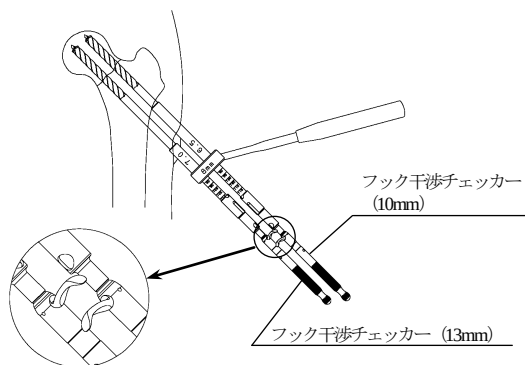

図3
- 3) 中空ドリルからパワーピンアダプタを取り外し、フック干渉チェッカーを使用してフックが干渉しないことを確認して下さい。(図3)